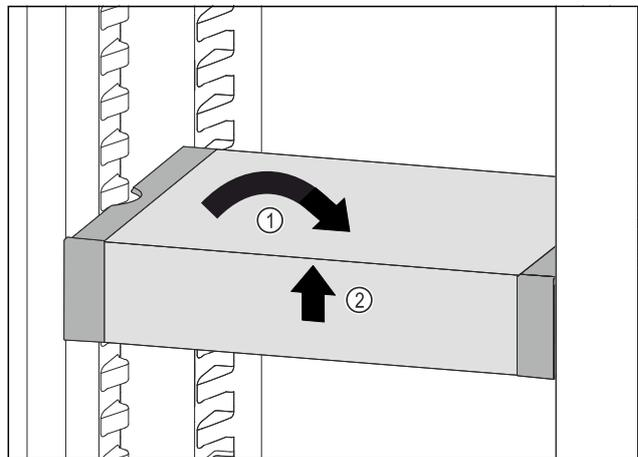

Fig. 106
- ▶ Remettre le VarioSafe droit. Fig. 106 (1)
- ▶ Soulever la partie avant du VarioSafe. Fig. 106 (2)